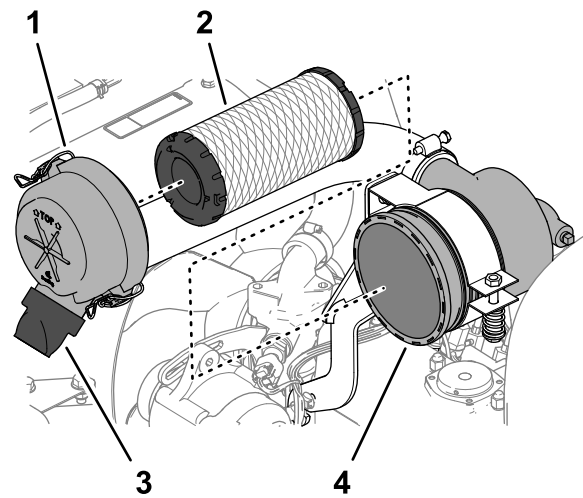

Figura 72
- Abra los enganches que sujetan la tapa del limpiador de aire a la carcasa del limpiador de aire (Figura 72).
- Retire el elemento del filtro (Figura 72).
- Retire la válvula de salida de goma (Figura 72) del orificio de expulsión de suciedad de la tapa del limpiador de aire.